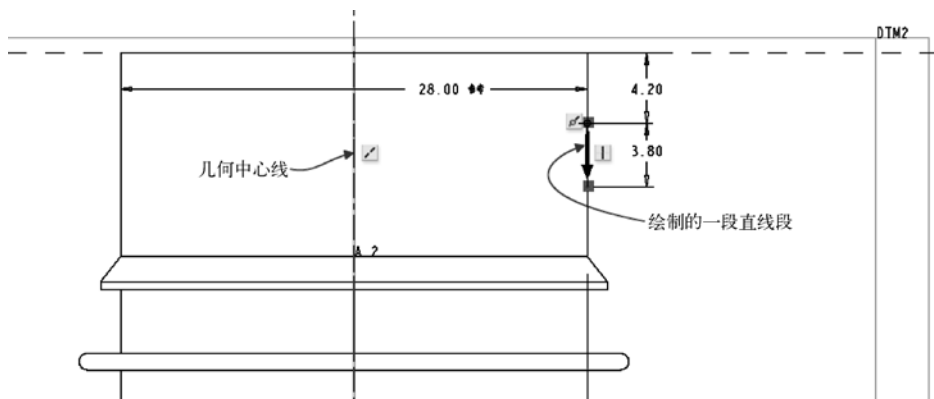

图 13-80 绘制扫引轨迹
⑤ 默认的旋转角度为 360° ，单击“旋转”选项卡中的“完成”按钮 ，使瓶口这部分区域的壁厚增加。
① 在功能区“模型”选项卡的“形状”面板中单击“扫描”按钮  旁边的“三角展开”按钮 ，接着单击“螺旋扫描”按钮 ，并在“螺旋扫描”选项卡中单击“实体”按钮  和“右手定则”按钮 .
② 在“螺旋扫描”选项卡中打开“参考”面板，从该面板的“截面方向”选项组中选择“穿过旋转轴”单选按钮，接着单击“螺旋扫描轮廓”收集器右侧的“定义”按钮，弹出“草绘”对话框。
③ 选择 FRONT 基准平面为草绘平面，以 RIGHT 基准平面为“右”方向参考，单击“草绘”按钮，进入草绘模式中。
④ 绘制图 13-80 所示的几何中心线和直线，单击“确定”按钮 .